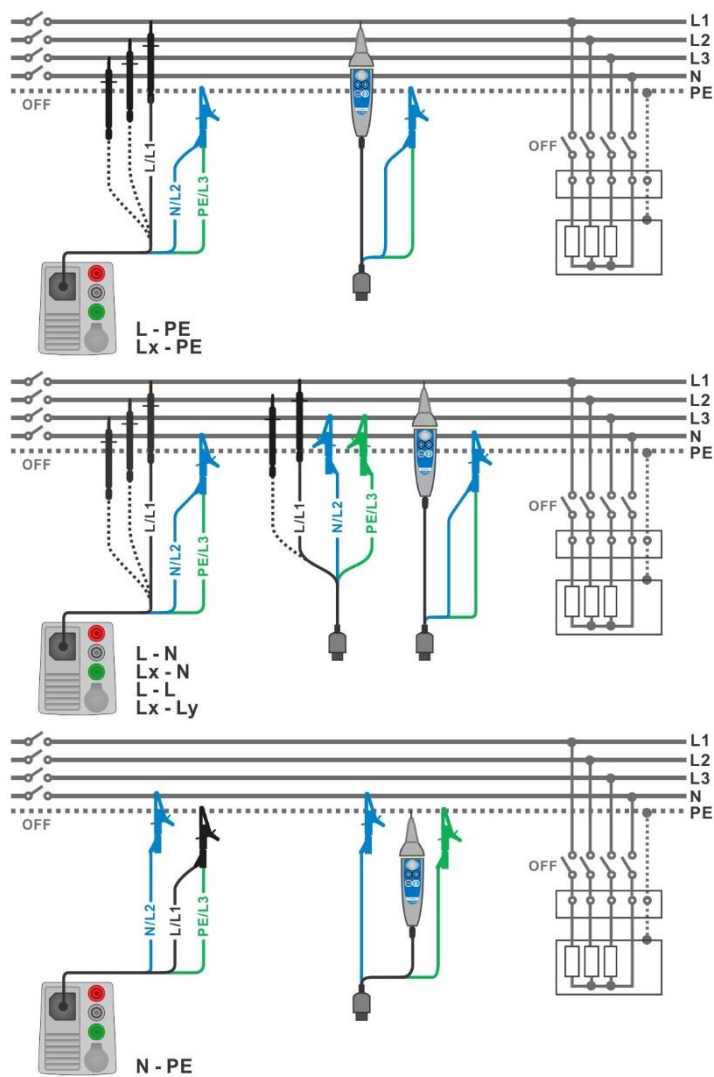
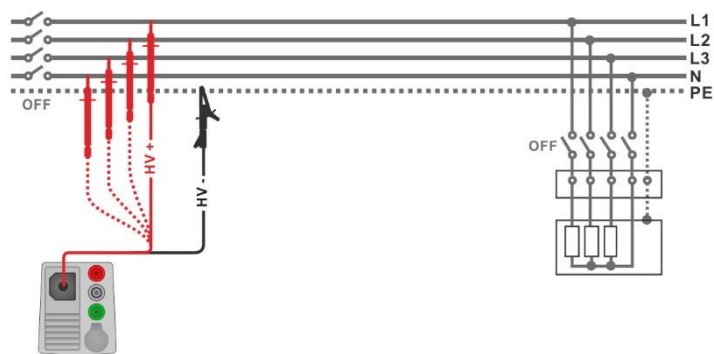

Abbildung 7.7: Anschluss des 3-Leiter Prüfadapters und der Commander-Prüfspitze ($U_N \leq 1 \text{ kV}$)
Abbildung 7.8: Anschluss der 2,5 kV Prüfleitung ($U_N = 2,5 \text{ kV}$)
- › Schließen Sie die Prüflösungen am Prüfling an (siehe **Abbildung 7.7** und **Abbildung 7.8**).